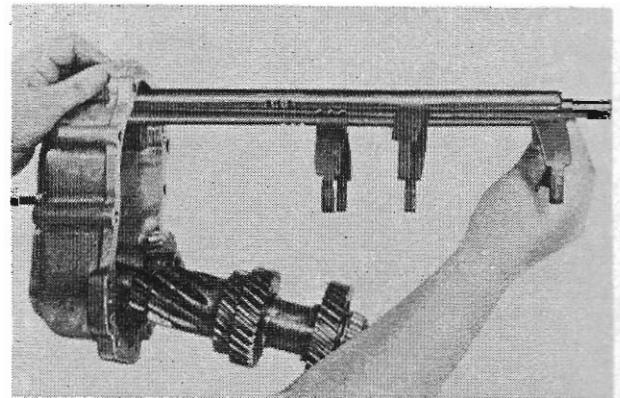

Abb. 47
- Schaltgabel 5.—Rückwärtsgang (603) mit den 3 Rastkerben zuerst in die Bohrung auf der Rücklaufgradseite stecken (in Fahrtrichtung links) und über den Gleitstein (607) schieben. Schaltgabel 1.—2. Gang (601) in die 2. außenliegende Bohrung (in Fahrtrichtung rechts) und Schaltgabel 3.—4. Gang (602) in die mittlere Bohrung stecken (Abb. 47). Beide Gabeln mit den je 3 Rastkerben zuerst über die Gleitsteine (607) schieben.